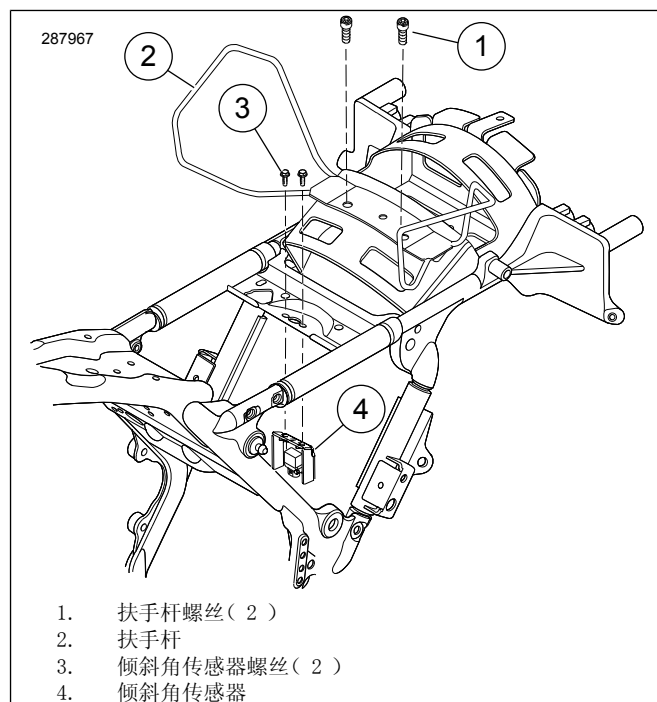

图1。拆下倾斜角传感器螺丝
5. 如果配备了扶手杆：参见图1。卸下扶手杆螺钉(1)并丢弃。